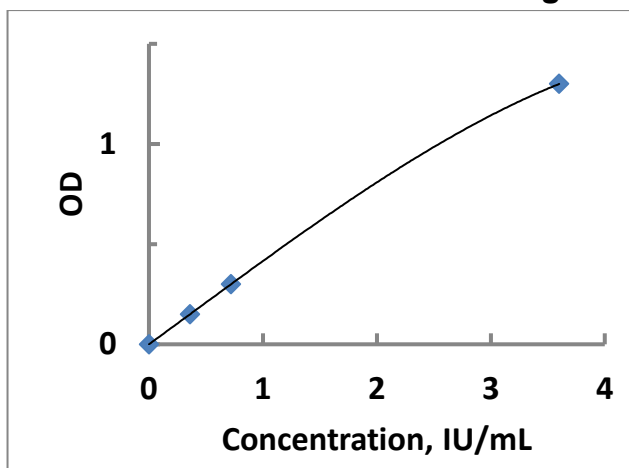
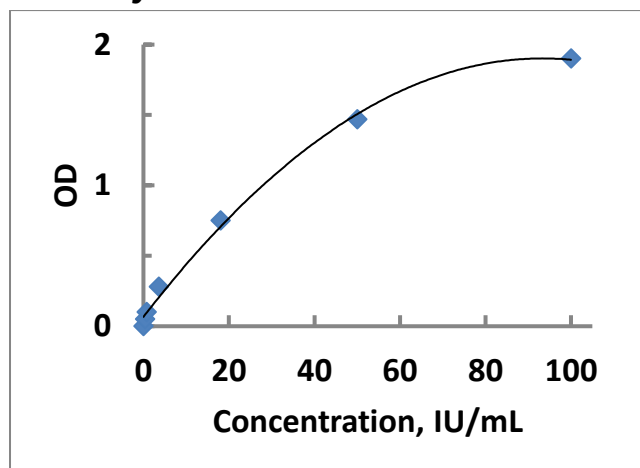

Abbildung 2A. Typisches Beispiel für Standardkurve bei 450 nm
Abbildung 2B. Typisches Beispiel für Standardkurve bei 405 nm
Für die Standardkurve #1 (siehe Abb. 2A) verwenden Sie die Messergebnisse für die Kalibratoren 0...3 bei einer Wellenlänge von 450 nm; für die Eichkurve #2 (siehe Abb. 2B), verwenden Sie die Messergebnisse für die Kalibratoren 0...6 bei einer Wellenlänge von 405 nm.
- Verwenden Sie die Standardkurve #1 (siehe Abb. 2A), wenn die Proben-OD (bei 450 nm) kleiner oder gleich Cal 3 ist;
- Verwenden Sie die Standardkurve #2 (siehe Abb. 2B), wenn die Proben-OD (bei 450 nm) größer Cal 3 ist.